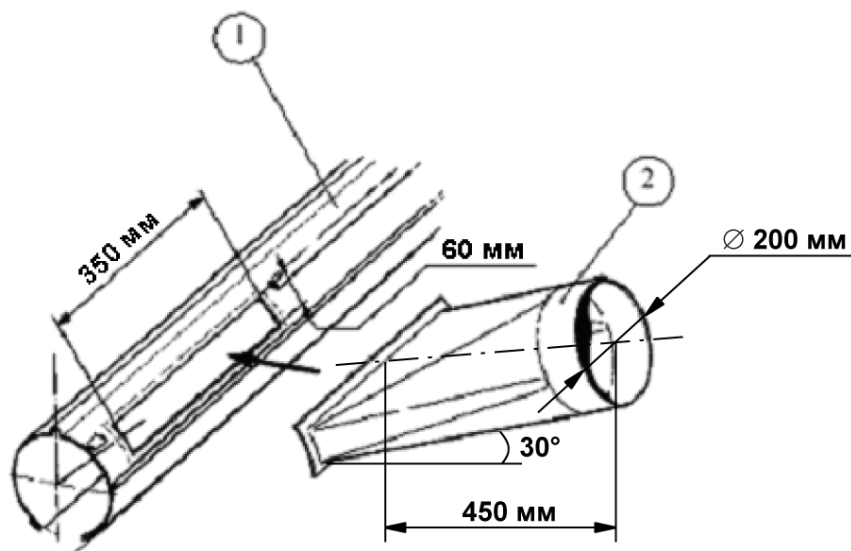

Рисунок 5
5.2.2 Если рельс-воздуховод (1) (рисунок 5) соединяется с вентиляционной системой при помощи бокового переходника (2), необходимо установить их в предполагаемых местах до установки рельса-воздуховода на консоли. Боковой переходник присоединяется в месте вырезаемого предварительно отверстия 350×60 мм в боковой поверхности рельса со стороны крепления консоли. Боковой переходник крепится на заклёпках или саморезах и герметизируется.